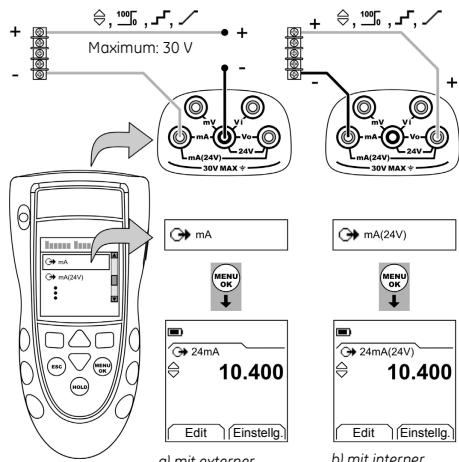

Abbildung 3: Beispielkonfiguration: Stromgebung
- Schließen Sie das Gerät an (Abbildung 3) und ändern Sie ggf. die Option Konfig. (Tabelle 1).